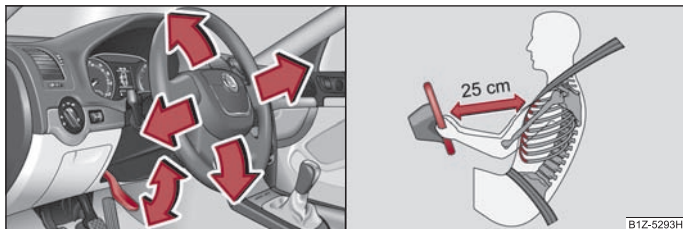

Fig. 111 Volan reglabil: Maneta de sub volan/Distanța sigură față de volan
- Îndreptați maneta de sub volan, în jos ⇒ fig. 111 - stânga ⇒ ⚠.
- Între șofer și volan trebuie să existe o distanță de cel puțin 25cm ⇒ fig. 111 - dreapta. Dacă nu se respectă această distanță, sistemul airbag nu își poate exercita eficiența maximă. Pericol!